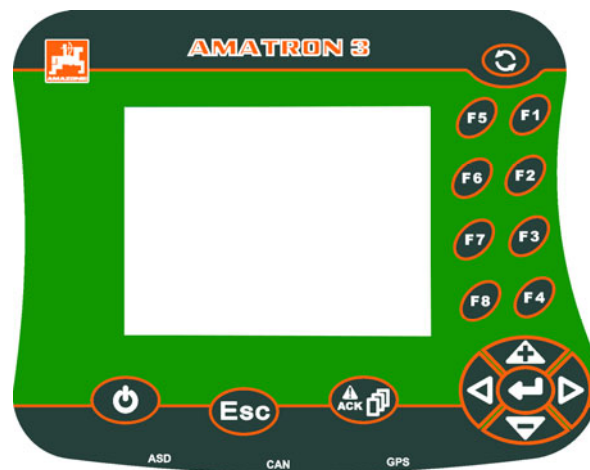

Fig. 151
- 4.1 Appuyer sur la touche (Fig. 151/1).